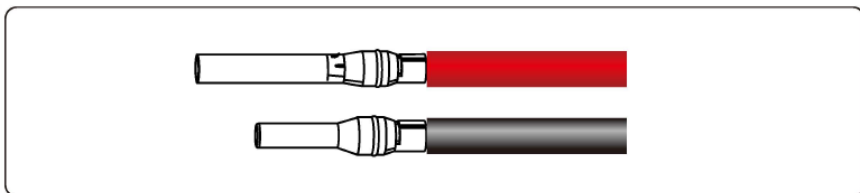

Figura 5.9 Engarce de un conector metálico
**Paso 2** Introduzca las zonas expuestas de los cables de alimentación positivos y negativos en los terminales metálicos de los conectores positivos y negativos, respectivamente, y engánchelos con una herramienta de engaste, como se muestra en la figura 5.9.